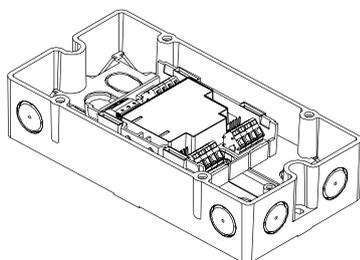

Рис. 3.4.2
- Монтаж вне распределительного щита или блока управления: используйте корпус FDCH221 (рис. 3.4.2).
3. Монтируйте корпус на плоской поверхности двумя винтами (рис. 3.4.2). Расстояние между отверстиями: $182,0 \pm 1,0$ мм.